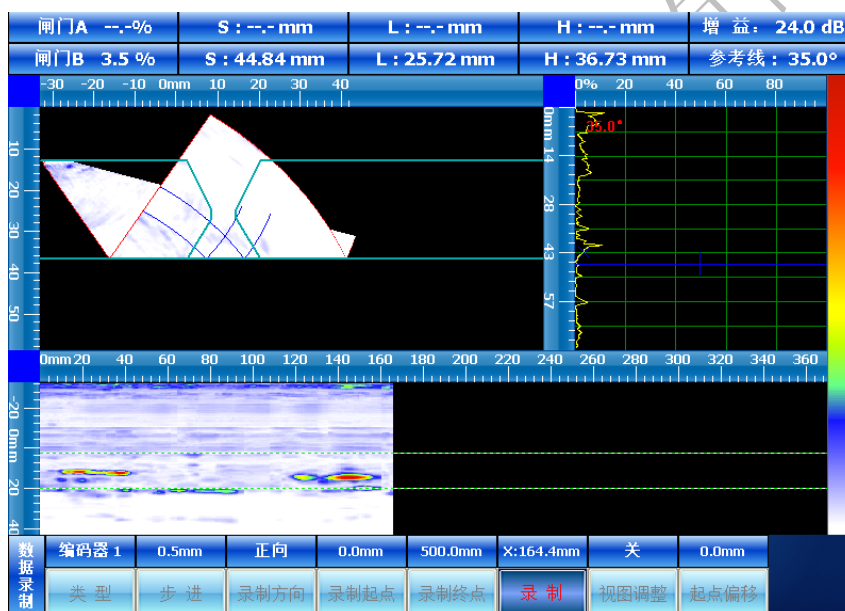

图 10.22
- 5.点击“步进”，通过方向键调整扫查步进，一般建议步进不大于 2mm；再点击屏幕右侧录制功能键 **📹**，按“确认”键进入焊缝检测状态，推动扫查器进行检测成像（如图 10.22）；